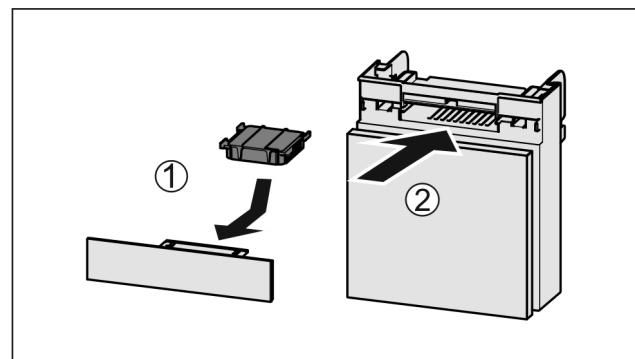

Fig. 138
- Aktivkohlefilter nach Abbildung einsetzen Fig. 138 (1).
► Fach einschieben Fig. 138 (2).